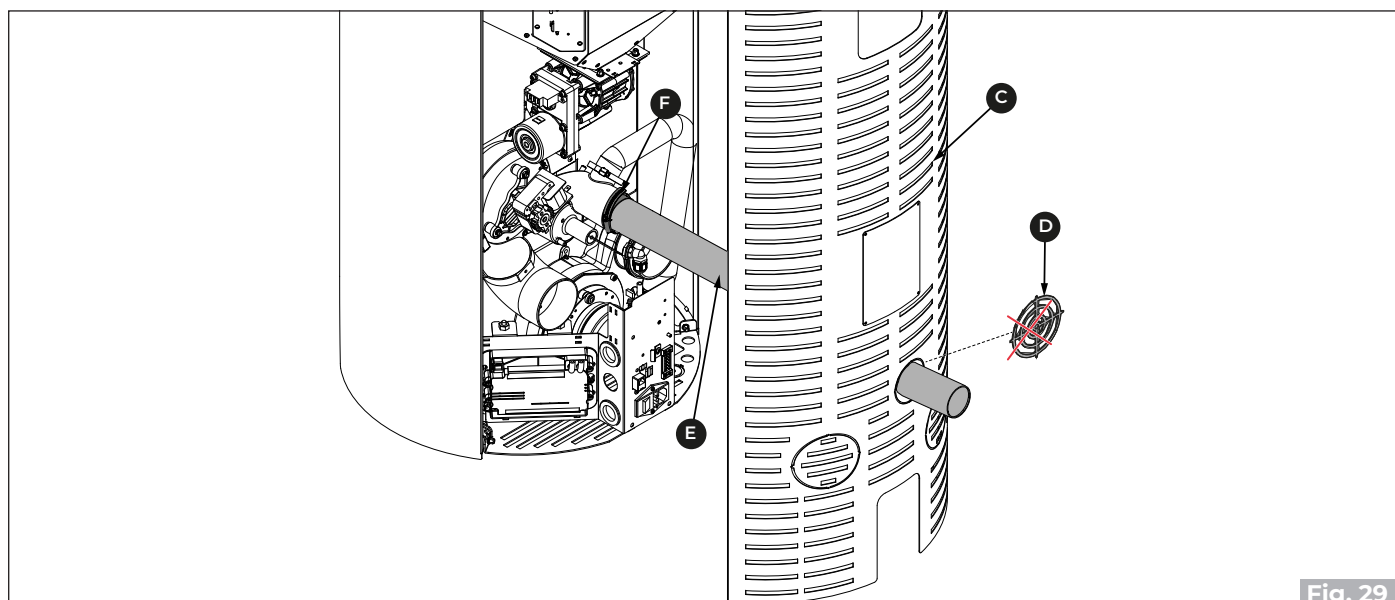

Fig. 29
- Quitar el precorte **(D)** en el respaldo **(C)** y hacer pasar el tubo flexible **(E)** para conectarlo a una toma de aire externa ("Fig. 29").